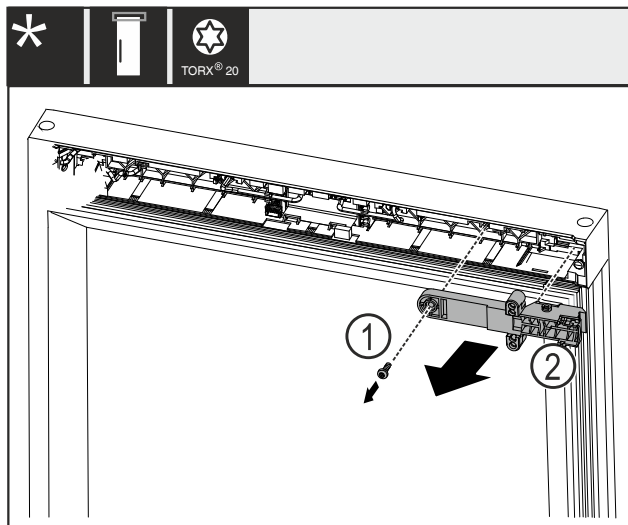

Fig. 20
- Schraube Fig. 20 (1) entfernen.
- Schloss-Halteteil Fig. 20 (2) abnehmen.